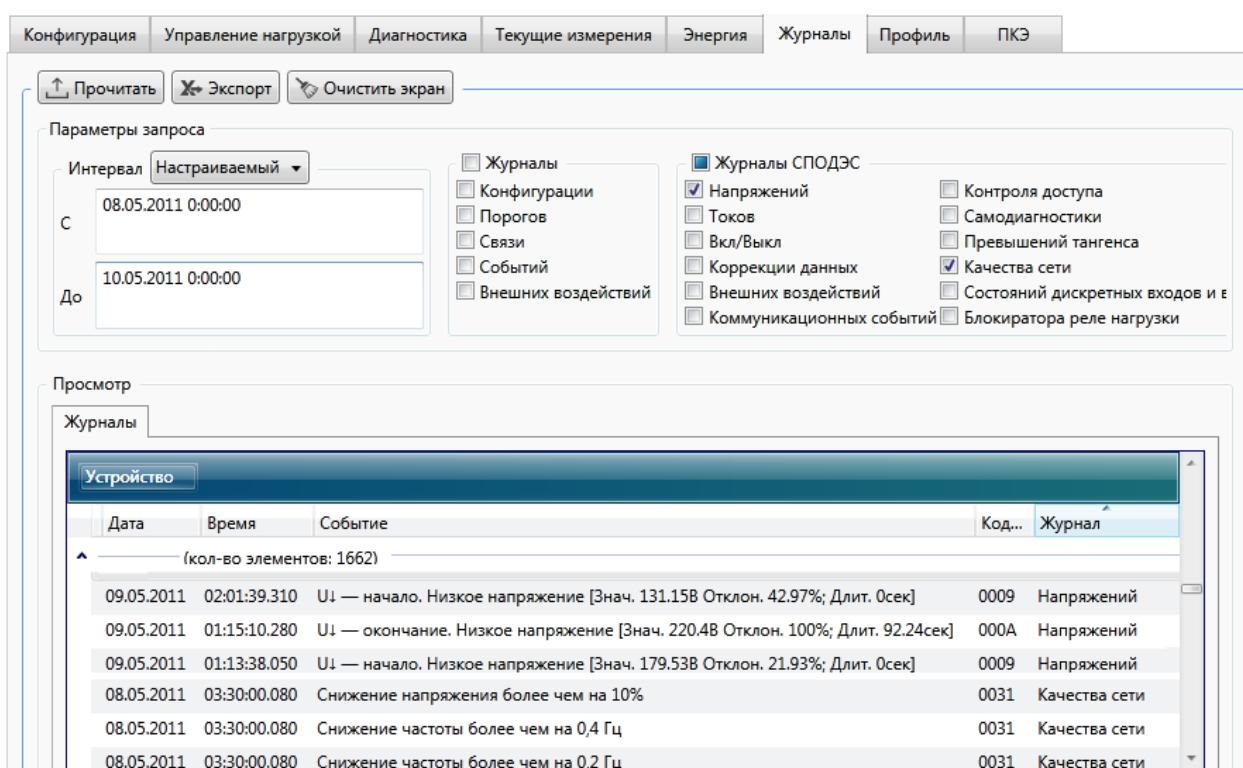

Рисунок 9.52 – Просмотр журналов напряжений и параметров качества сети
9.6.6.8 Для просмотра журналов напряжений и параметров качества сети необходимо перейти на вкладку **Журналы** области параметров программы КОНФИГУРАТОР (рисунок 9.52).